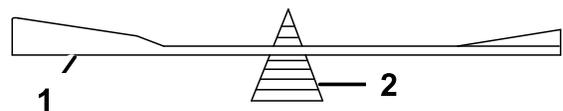

Figura 104
2. Verifique o equilíbrio da lâmina colocando-a num equilibrador de lâminas (Figura 104).